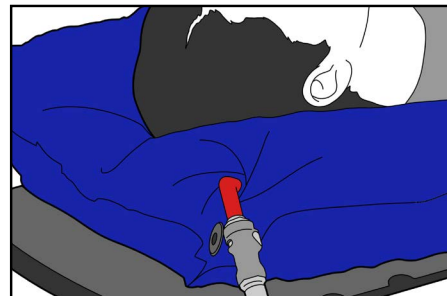

Fig. 9
3. Placera patienten på dynan och börja vakuumsuga ut luft. Forma dynan runt patienten vid behov. Dynan måste fortfarande vara formbar men relativt hård (Fig. 9).